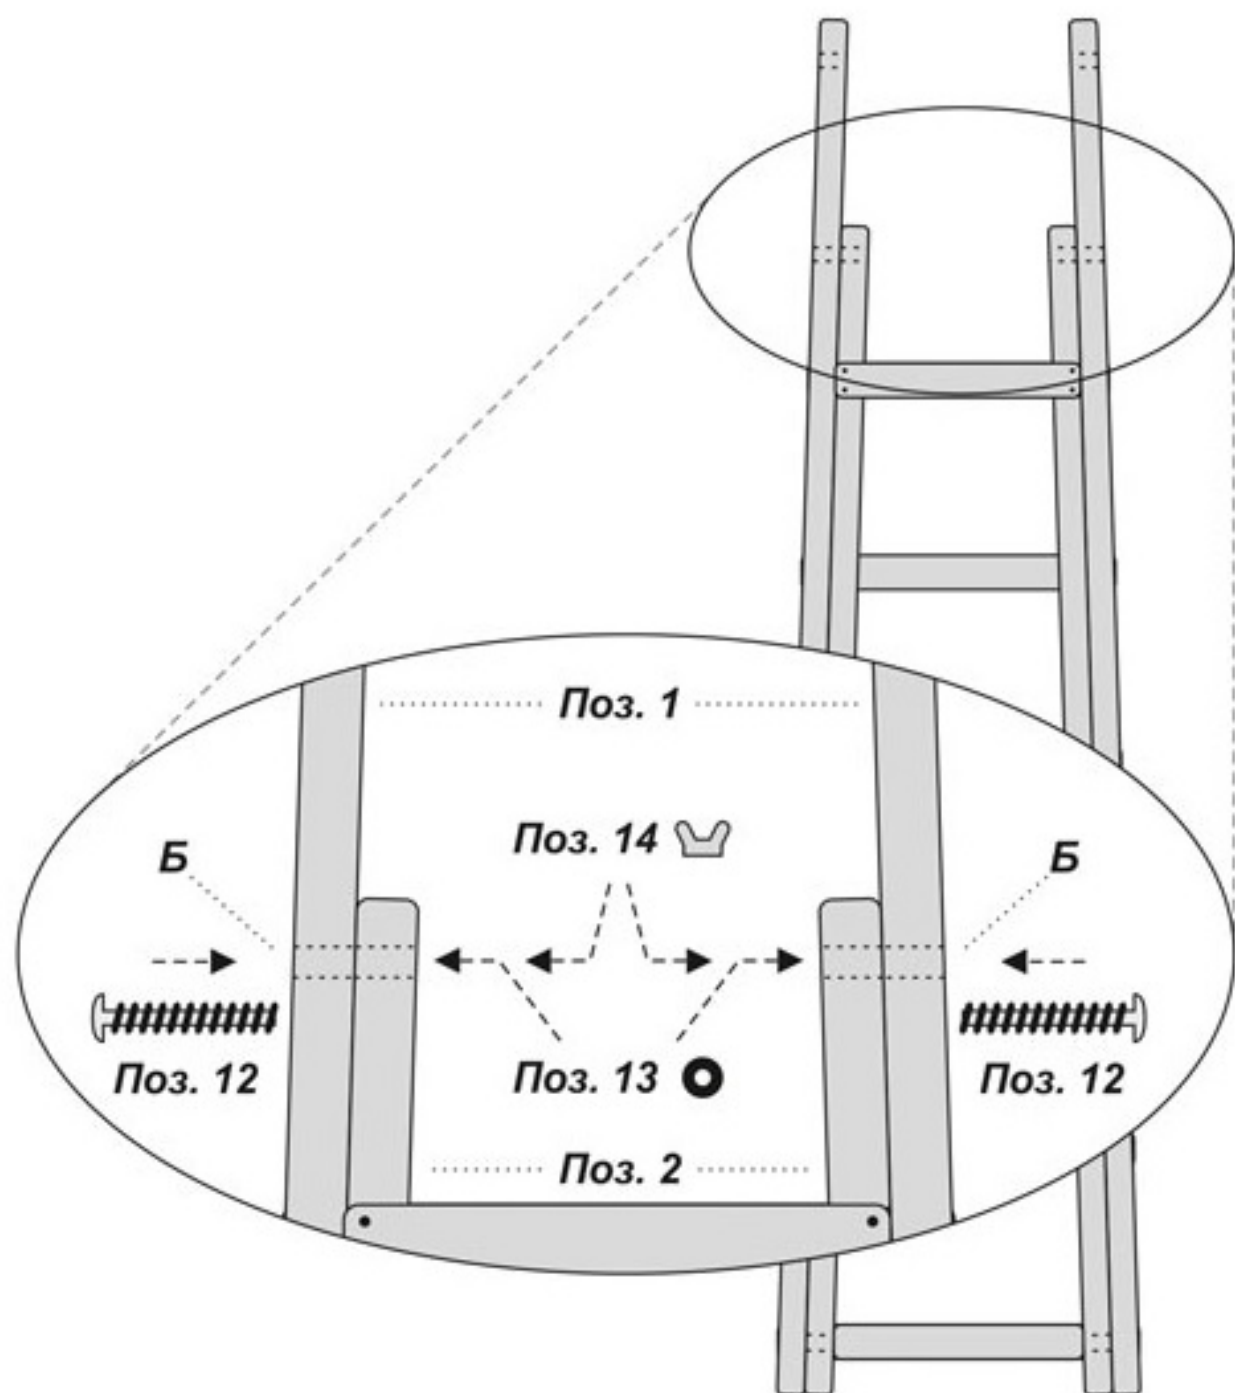

рисунок 6
8. Положить собранные задние стойки внутрь изделия так, чтобы совпала сверловка деталей в верхней части (рис. 6, отверстие Б).
9. В просверленные отверстия Б с каждой стороны вставить винты (поз. 12), на концы которых одеть шайбы (поз. 13) и накрутить гайки-барашки (поз. 14) в соответствии с рис. 6.